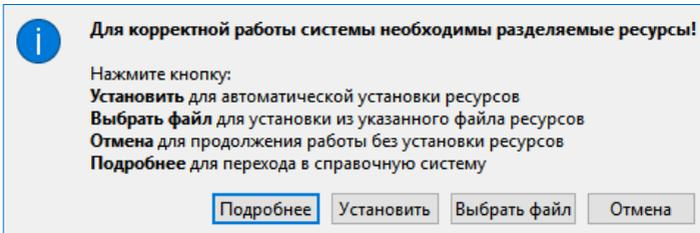

Рис. 2.1
**Библиотека разделяемых ресурсов** – это созданный на локальном компьютере, скрытый от пользователя, структурированный набор папок и файлов, в которых хранятся РР. При первом после инсталляции запуске система предлагает выполнить импорт РР (рис. 2.1).
- Нажмите кнопку **Установить** (рис. 2.1).
Импорт РР в ручном режиме – кнопка **Выбрать файл** (рис. 2.1).
Кнопка **Отмена** (рис. 2.1) позволяет отсрочить установку РР. В этом случае импорт РР можно будет выполнить позднее при помощи команды **Данные/Импорт разделяемых ресурсов** первоначального меню. Дальнейший порядок действий описан выше (см. ручной импорт РР, 2-ой вариант).